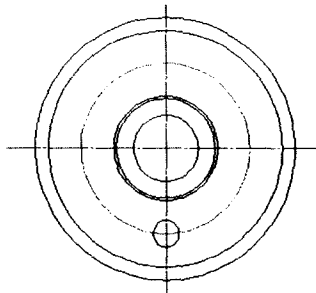

图 1-6
Step 7 单击 按钮, 根据图 1-1 中的尺寸作圆, 如图 1-6 所示。